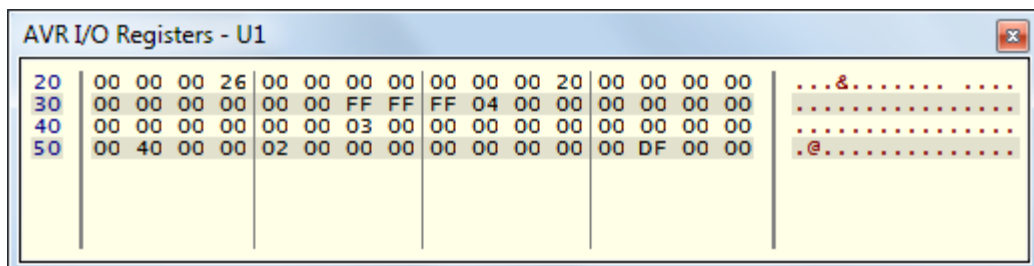

Рис.3.18. Окно регистров PVB
- Регистры ввода-вывода (**AVR I/O Registers**). В окне (рис.3.18) отображаются регистры ввода-вывода, управляющие внешними устройствами контроллера.